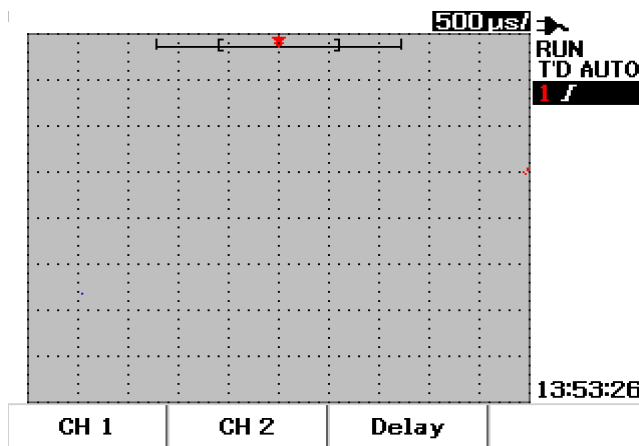

図3-1 両方のチャンネルの表示がオフになっているScopeメニュー表示
- 1 フロント・パネルの **Scope** ボタンを押して、**Scope**メニューにアクセスします。図3-1のようなオシロスコープ・メニューが表示されます。ここでは両方のチャンネルがオフになっています。